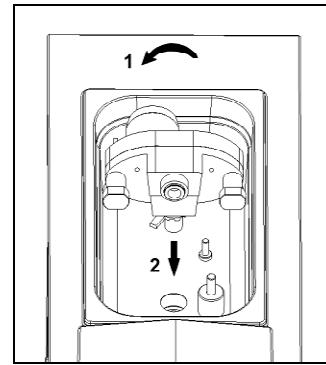

Fig. 3
- **R**etirer la pompe en la tournant d'abord dans le sens des aiguilles d'une montre (1) puis en la tirant vers le centre du bac (2) de manière à la détacher de son arbre de support (fig.3).